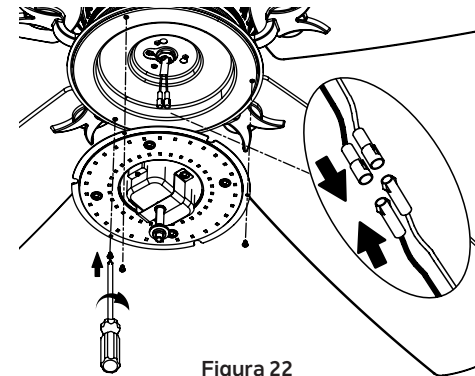

Figura 22
**Paso 1.** Sostenga el kit de luz LED en la placa de luz, luego conecte los dos conectores de una clavija del kit de luz a los dos conectores de una clavija del conjunto del motor. Conecte el cable negro con el cable negro y el cable blanco con el cable blanco. Fije el kit de luz a la placa de luz y apriételo firmemente con tres (3) tornillos del paquete de tornillos (Figura 22)